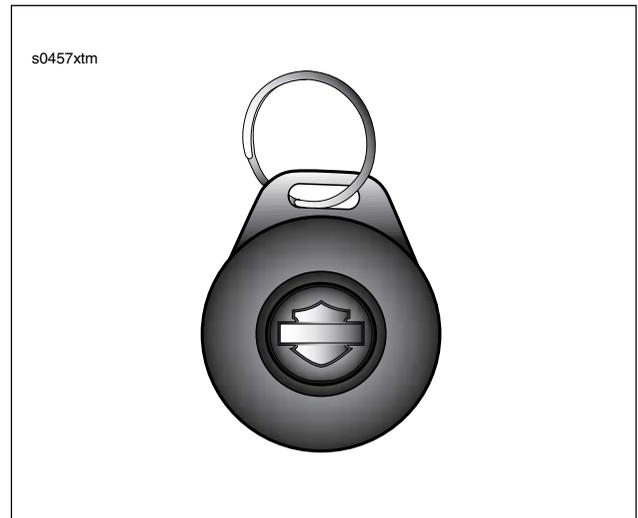

Abbildung 3-4. Schlüsselanhänger
- **Ferngesteuertes Scharfschalten/Entschärfen:** Siehe Abbildung 3-4. Fahrzeugeigentümer können die Alarmanlage und Wegfahrsperrfunktionen mit einem an der Person getragenen Fernbedienungs sender aktivieren und deaktivieren. Dieser Sender wird in diesem Dokument als **Schlüsselanhänger** bezeichnet.